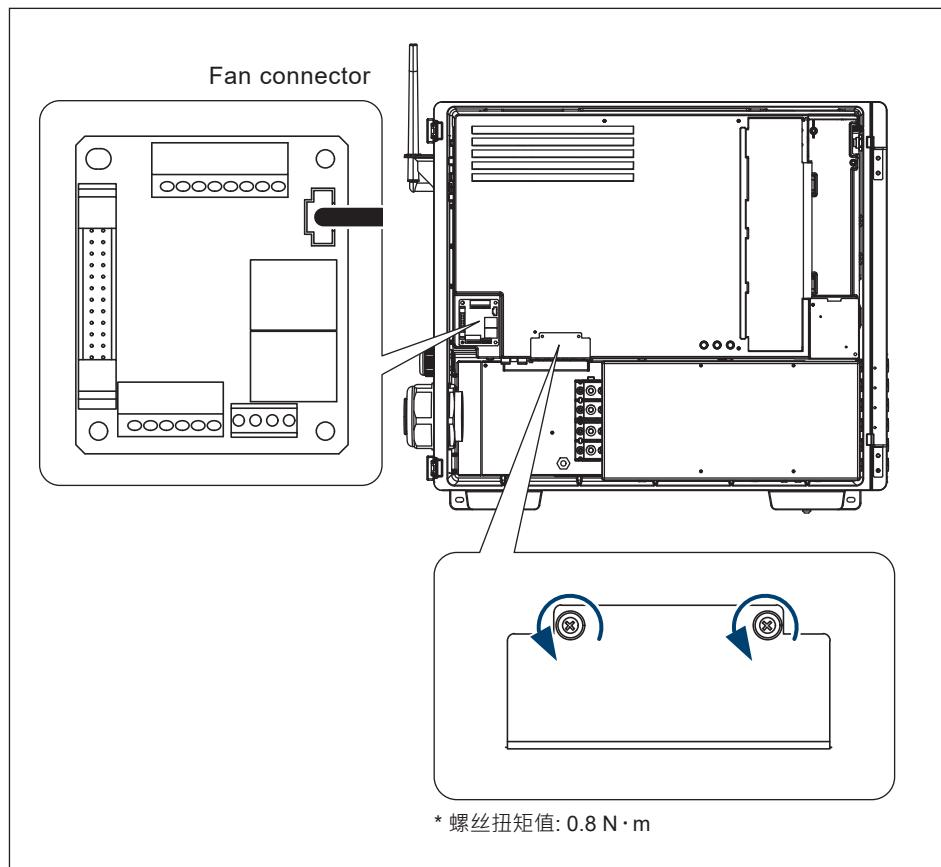
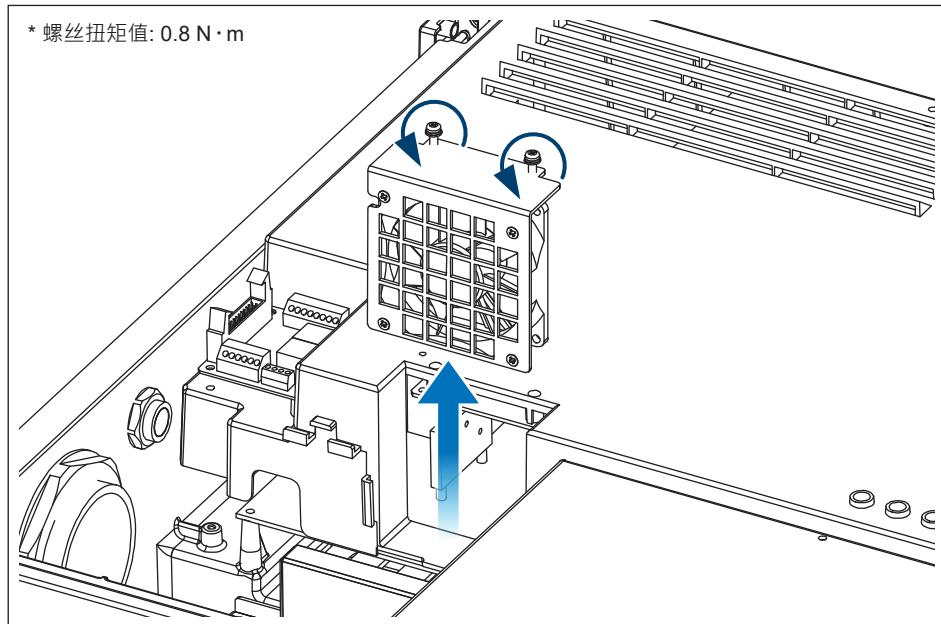

图 5-14 : 内部风扇2 位置与拆装示意图
图 5-15 : 取下内部风扇2示意图
- (1) 松开图5-14中所示的两颗防脱落螺丝，然后拆下风扇架。
- (2) 取下通讯板上的电源连接排线。
- (3) 取下风扇组件。(如图5-15所示)